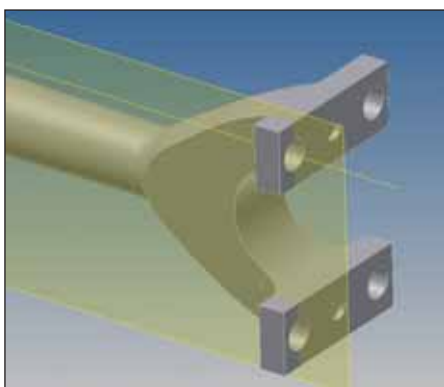

Рис. 46
61. Выбрать инструмент *Рабочая плоскость*  и создать плоскость, проходящую через ось, как показано на рис. 46.